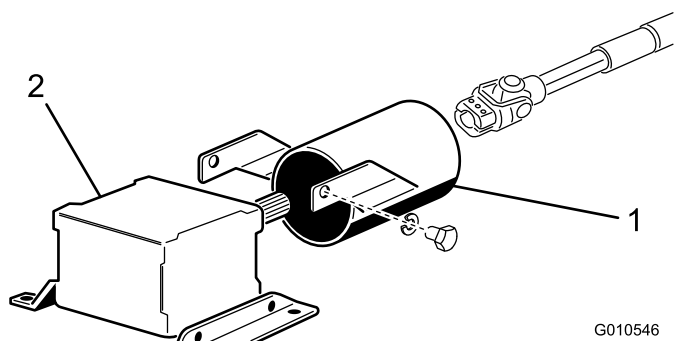

Figure 8
d'engrenages (Figure 8). Mettez les fixations de côté pour le remontage ultérieur.
4. Glissez le capot de protection sur l'arbre de PDF, en le positionnant comme illustré à la Figure 8.